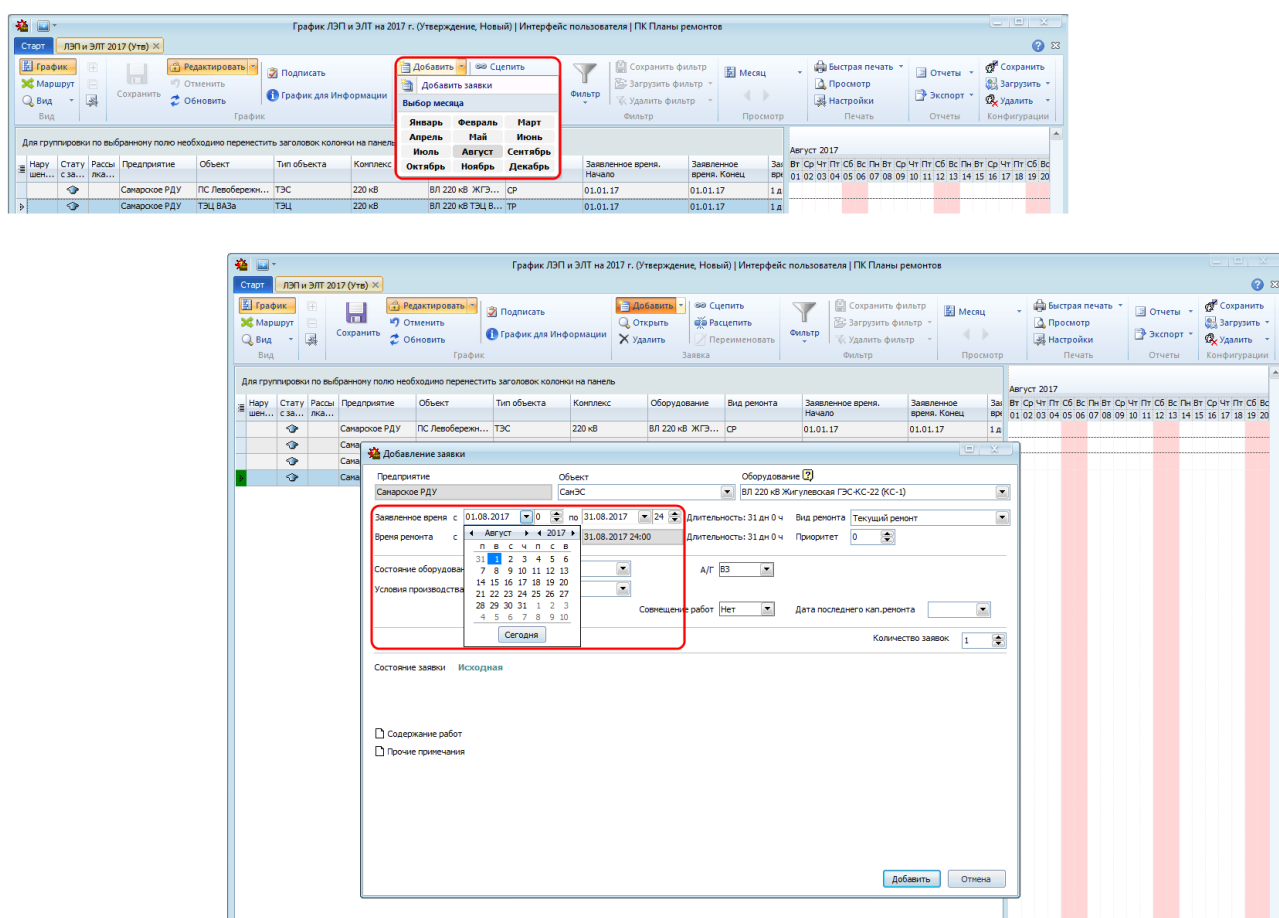

Рисунок 10.78 – Автоматическое отображение дат выбранного месяца во временных полях
- при вызове календаря отображается календарь выбранного месяца (Рисунок 10.78).
При выборе планируемого месяца диаграмма Ганта автоматически позиционируется на соответствующем периоде (Рисунок 10.78). Позиционирование диаграммы Ганта в области параллельного просмотра соответствует позиционированию в основной рабочей области.